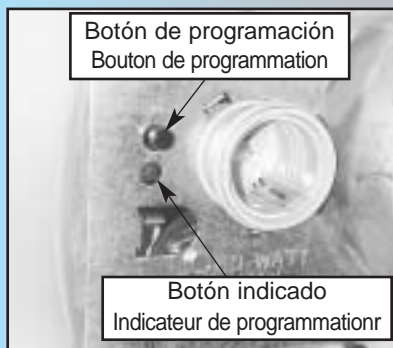

Fig. 9-1
- Localice el botón del código de programación y el indicador de programación en la caja de control, **Fig. 9-1**.
- Localiser le bouton de programmation du code et l'indicateur sur la tête motorisée **Fig. 9-1**.